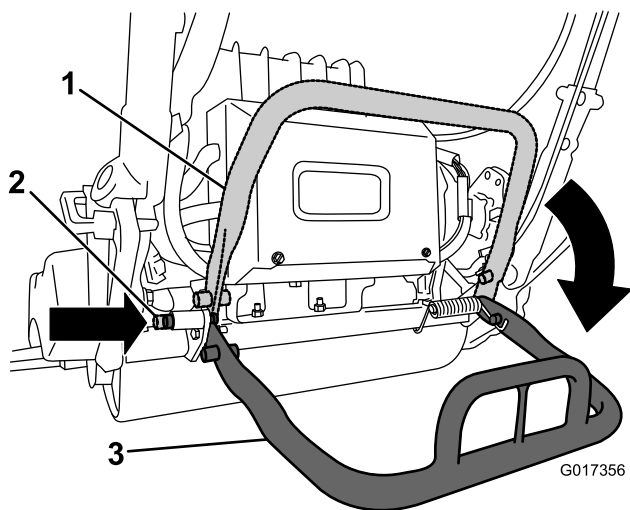

Figure 28
- Pour utiliser la béquille quand vous déposez le cylindre, abaissez-la et enfoncez la goupille de blocage pour verrouiller la béquille en position d'utilisation (Figure 28).